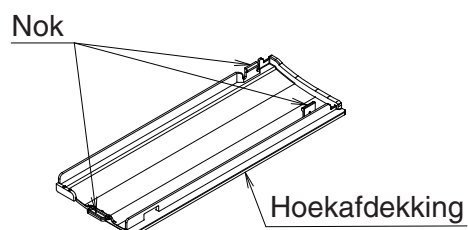

Afb. 15
- Verwijder de afdekking van het gat in de hoek van het afwerkpaneel om de hoogte van de binnenunit aan te passen zonder het afwerkpaneel te verwijderen. **(Zie Afb. 15)**